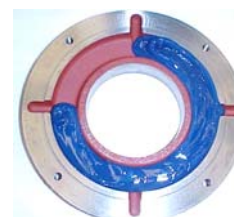

Figura 7.3: Anillo de fijación externo del cojinete
- Llenar $\frac{3}{4}$ del depósito de los anillos de fijación interno y externo con la grasa recomendada (Figura 7.3) y lubricar el rodamiento con cantidad suficiente de grasa antes de montarlo;